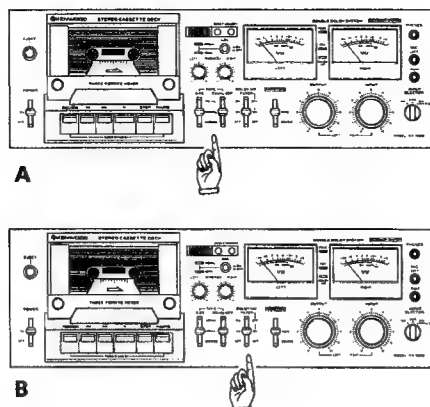

Fig. 7
3. Mettez les sélecteurs de bande (BIAS et EQUALIZER) sur la position correspondant à la qualité de la bande (voir plus loin, le chapitre «Enregistrement»). (Fig. 7-A)
4. Branchez le système DOLBY NR si l'enregistrement a été effectué selon ce procédé. (Fig. 7-B)
5. Enfoncez la touche de lecture (▶). (Fig. 7-C)
6. Réglez le niveau de sortie. Normalement le niveau de sortie doit être réglé une fois pour toutes pour chaque type de bande, les réglages de volume se faisant alors sur l'amplificateur ou ampli-tuner. Au moment de monter votre chaîne, réglez le volume sonore sur l'ampli-tuner au niveau qui vous convient et en vous servant d'une émission radio. Branchez ensuite l'enregistreur et réglez son niveau de sortie jusqu'à ce que vous obteniez le même volume sonore. (Fig. 7-D)
3. Die Schalter TAPE BIAS und EQUALIZER auf das verwendete Bandmaterial einstellen. Siehe Seite 24. (Fig 7-A)
4. Zum Abspielen einer nach dem DOLBY-Verfahren aufgenommenen Bandaufzeichnung den Schalter DOLBY NR. Auf ON einstellen, sonst in Stellung OFF belassen. (Fig 7-B)
5. Die Starttaste (▶) drücken. (Fig 7-C)
6. Den Ausgangspegel einstellen. (Fig 7-D)
3. Stel de schakelaars TAPE BIAS en EQUALIZER in overeenkomstig de gebruikte bandsoort (Zie pagina 25). (Fig. 7-A)
4. Zet de schakelaar DOLBY NR op ON (aan) als de opname ook werd gemaakt met DOLBY NR aan. Als dat niet het geval was, op OFF (uit) zetten. (Fig. 7-B)
5. Druk de starttoets (▶) in. (Fig. 7-C)
Vervolgens omschakelen naar cassette weergave en het uitgangsniveau (OUTPUT) instellen op hetzelfde niveau, zodat dezelfde geluidssterkte wordt verkregen bij weergave van uw cassettedeck. (Fig. 7-D)
3. Ställ omkopplarna TAPE BIAS och TAPE EQUALIZER i rätta lägen (Se sid 25.). (Fig. 7-A)
4. Ställ Dolby-omkopplaren (DOLBY NR) i läge ON om inspelningen är gjord med Dolby-funktion. I annat fall ska den stå i läge OFF. (Fig. 7-B)
5. Tryck ner avspelningsreglaget (▶). (Fig. 7-C)
6. Reglera utgångsnivån (OUTPUT). Normalt ställer man in en utgångsnivå för en viss bandtyp och justerar sedan volymen på förstärkaren eller stereoreceiver. Vid installationen kan man gå tillväga på följande sätt. Sätt på FM-tunern och vrid in lämplig lyssningsnivå på förstärkaren eller stereoreceiver. Sätt sedan på ett kassettband och vrid med bandspelarens utnivåratt (OUTPUT) in volymen så att lyssningsnivån blir densamma. (Fig. 7-D)